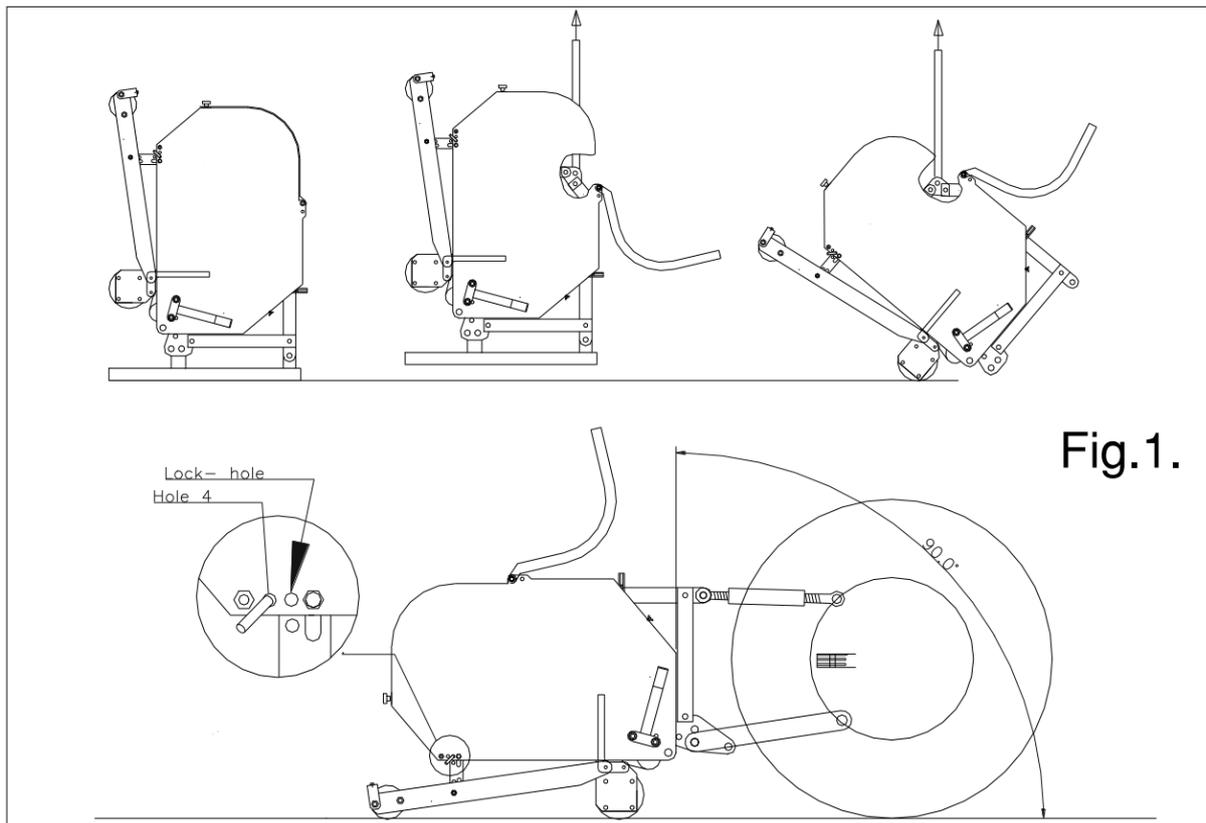

Fig.1.
La máquina está en vertical sobre la paleta. Para quitar la paleta y conseguir poner la máquina horizontal sobre el suelo, proceda como se indica a continuación (véase fig.1):
- @ A 90 grados los pasadores sólo entran a plomo en el suelo cuando la máquina está bien instalada véase fig. 1. Si la instalación no es la adecuada, se puede producir una fuerza F, véase fig. 5, que dañe la máquina.
@ Si el VERTI-DRAIN no está correctamente montado detrás del tractor, véase fig.1, algunos ángulos del eje bifurcado pueden causar vibraciones en la línea de accionamiento de la máquina. Estas vibraciones pueden dañar la máquina y los agujeros en el suelo.